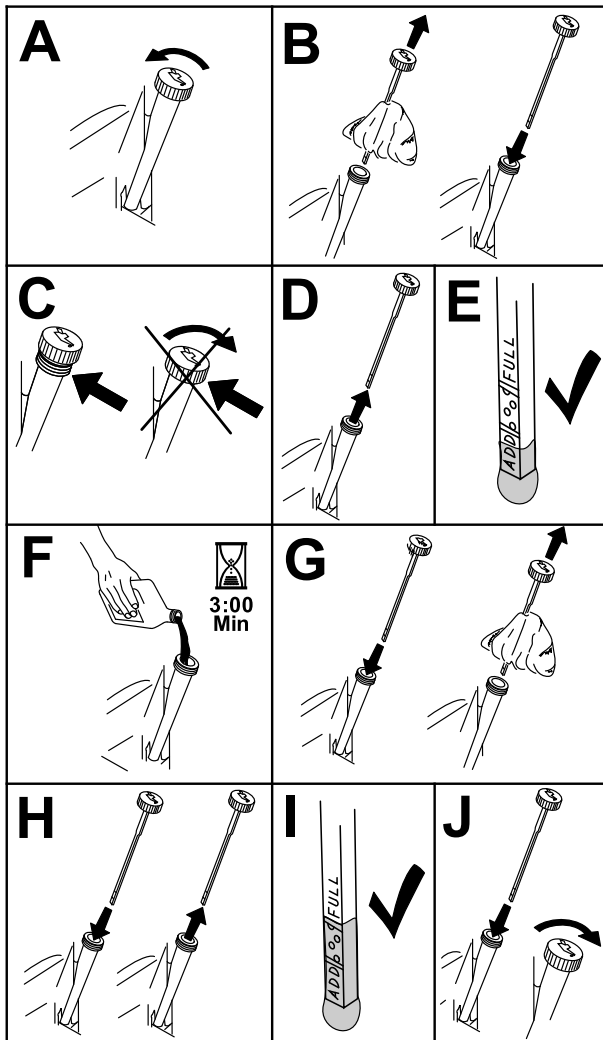

Figura 53
3. Para que no entre suciedad, recortes de hierba, etc., en el motor, limpie la zona alrededor del tapón de llenado/varilla de aceite antes de retirarlo (Figura 53).